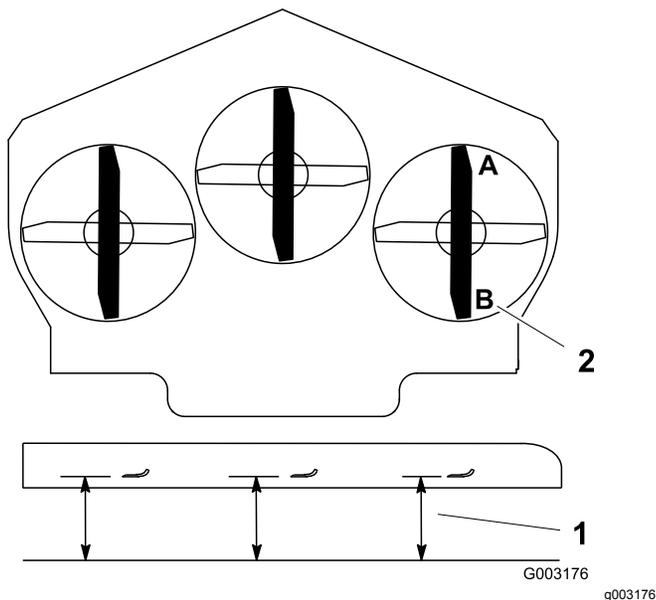

Figura 76
1. Coloque la cuchilla derecha en posición longitudinal (Figura 76).
2. Mida la cuchilla derecha en la posición **A** desde una superficie nivelada hasta el filo de corte del extremo de la cuchilla (Figura 76).
4. Mida la cuchilla derecha en la posición **B** desde una superficie nivelada hasta el filo de corte del extremo de la cuchilla (Figura 76).
6. La cuchilla del cortacésped debe estar entre 6 y 10 mm más baja en la posición **A** que en la posición **B** (Figura 76). Si no es correcta la distancia, continúe con los pasos siguientes.